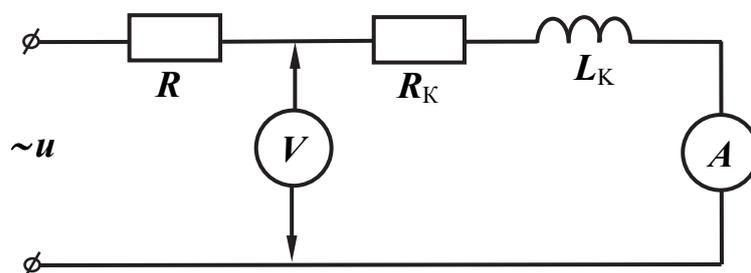

Рис. 10.1
1. Собрать схему из последовательно включенных постоянного резистора и катушки индуктивности (рис. 10.1). В качестве последней использовать катушку на 40 либо 100 мГн (в схеме  $R_K$  – это активное сопротивление катушки).
2. Подать на вход схемы (рис. 10.1) переменное напряжение синусоидальной формы  $U = 4 \dots 5$  В и установить частоту напряжения  $f = 200 \dots 300$  Гц (0,2...0,3 кГц). Измерить ток в цепи  $I_L$ , падения напряжения на резисто-